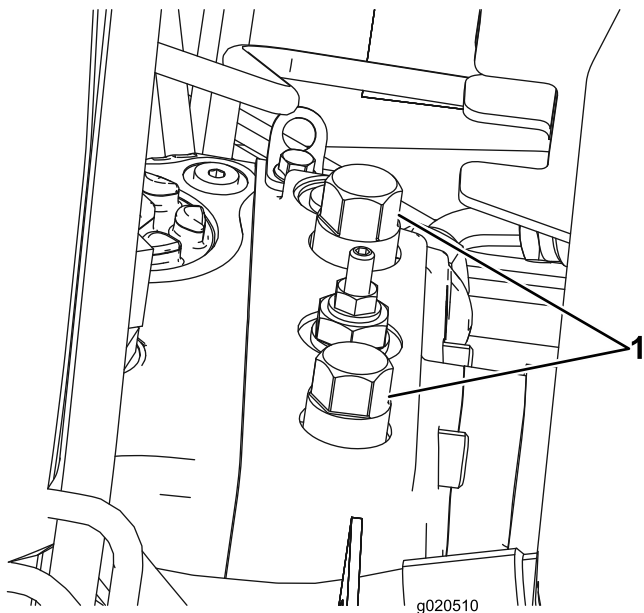

Bild 16
1. Öffnen Sie die Motorhaube und ermitteln Sie die Sicherheitsventile (Bild 16), die sich oben an der Pumpe hinter dem Batteriekasten bzw. Ablagefach befinden.